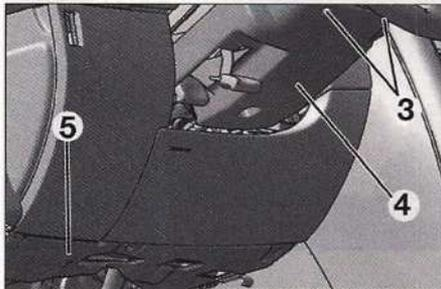

FIG. 11
- Desmontar los tornillos (3) (Fig.11), y extraer la tapa bajo volante (4).